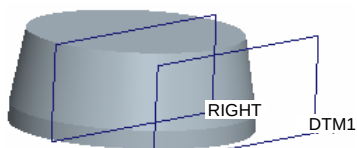

图 6.7.4 基准面 DTM1
Step3. 创建图 6.7.4 所示的基准平面特征 1。单击  功能选项卡  区域中的“平面”按钮 ，在模型树中选取 RIGHT 基准平面为偏距参考面，在对话框中输入偏移距离值为 35.0，单击对话框中的  按钮。